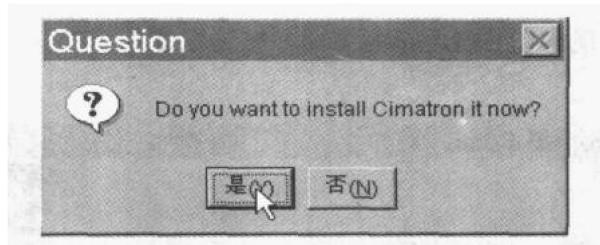

图1.13
- (13) 接着出现如图1.13所示的问询画面，单击【是】进行安装。